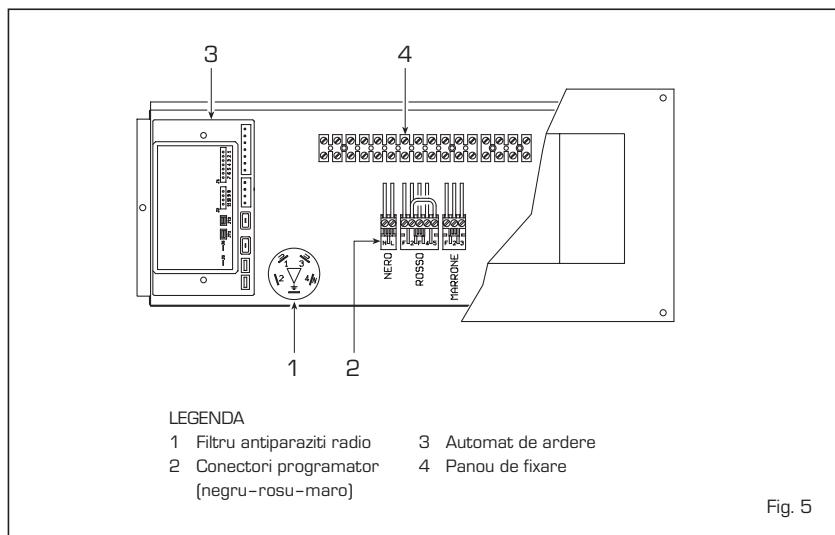
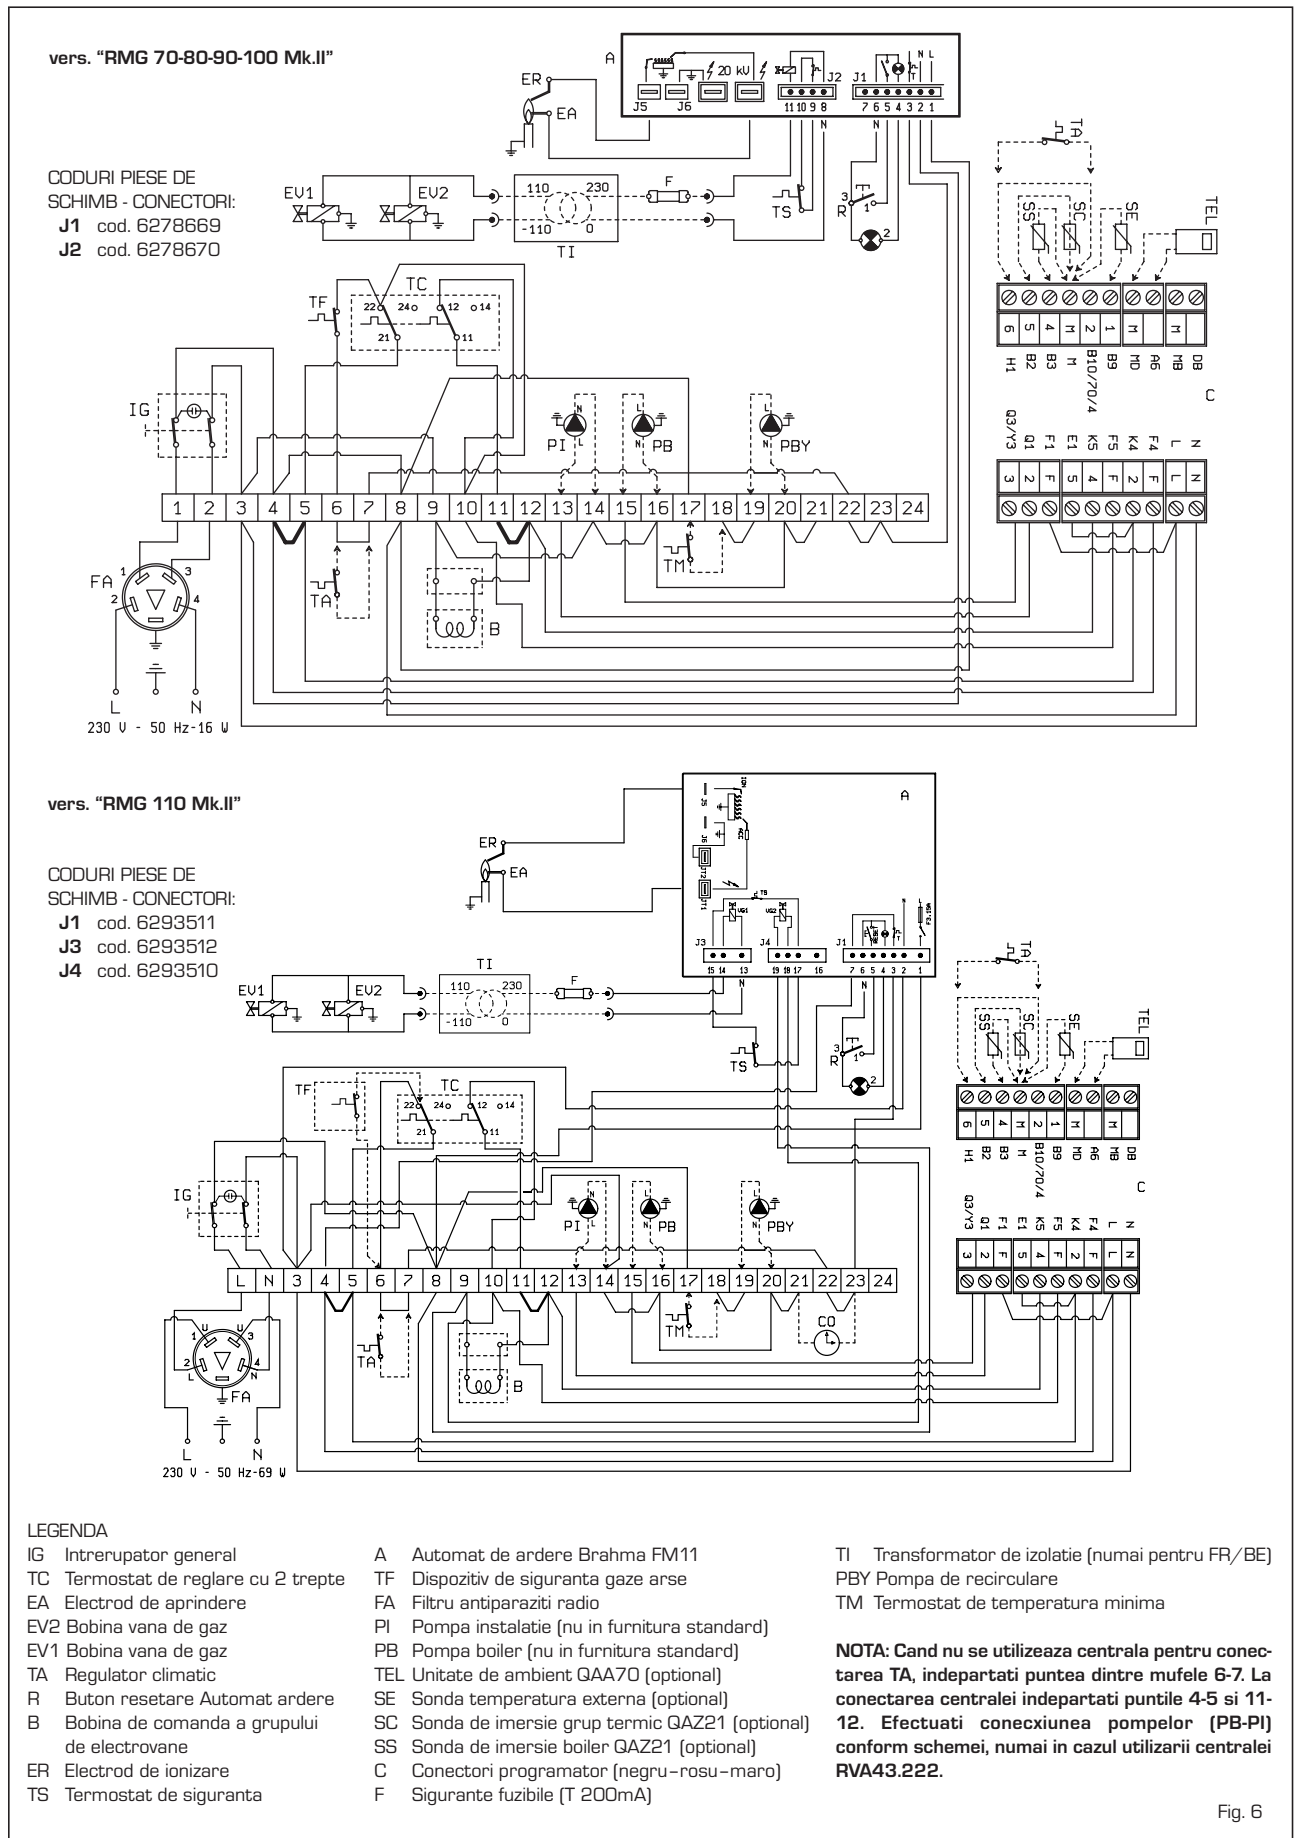

Fig. 5
Fig. 6
În circuitul electric exista o serie de conectori pentru instalarea unei centrale electrice optionale, marcati in culori diferite: negru, rosu si maro (fig. 5). Conectorii sunt polarizati astfel incat nu e posibila inversarea ordinii de conectare. Pentru instalarea centralei electrice e, asadar, necesara legarea respectivilor conectori si scoaterea din panoul de fixare a puntilor 4-5 si 11-12 (marcate cu linii ingrosate in schema de la fig. 6). Centrala permite, de asemenea, utilizarea de sonde si de unitati ambientale, ai caror conectori, polarizati si colorati, se gasesc intr-un saculet în interiorul tabloului de comanda.
Toate funcțiile grupului termic pot fi coordonate de centrala cod. 8096303, dotată cu sonda pentru temperatura externă (SE) și sonda pentru imersie grup termic (SG) (fig. 7). Centrala prevede introducerea unei alte serii de conectori de joasă tensiune pentru conectarea sondelor și a unităților ambianți (conectorii se găsesc într-un saculeț, în interiorul tabloului de comandă). Sfera sondei eventualului boiler extern (SS) opțional, cod. 6277110, trebuie să fie introdusă în membrana boilerului iar cea a sondei grupului termic (SC), în membrana grupului termic. Pentru montarea sondei pentru temperatura externă urmați instrucțiunile incluse în ambalajul sondei. Pentru efectuarea legăturilor electrice urmați indicațiile schemei de la fig. 6.